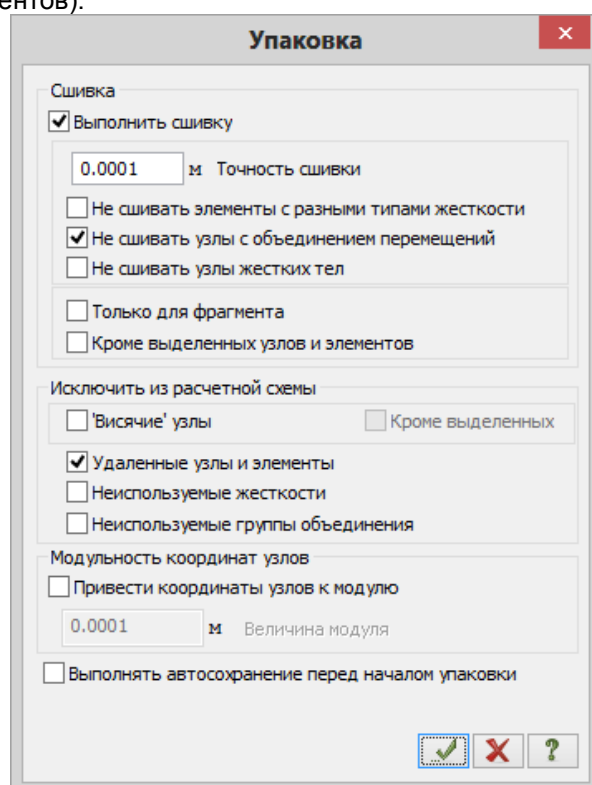

Рис.7.3. Диалоговое окно Упаковка
- Щелчком по кнопке  – **Упаковка схемы** (панель **Редактирование** на вкладке **Создание и редактирование**) вызовите диалоговое окно **Упаковка** (рис.7.3).